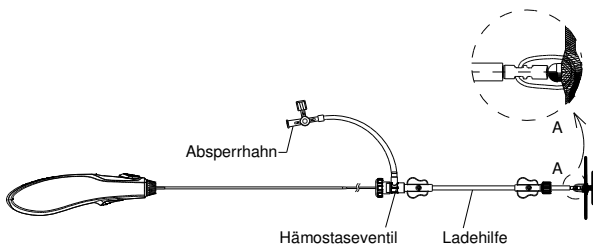
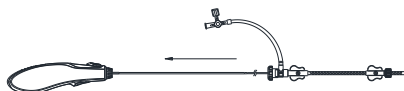

Abbildung 6. CeraFlex™ PFO-Okkludersystem
Abbildung 7. Laden der Vorrichtung in die Ladehilfe
- Die Verbindung zwischen Okkluder und Freisetztzdraht sorgfältig prüfen (siehe Abbildung 6). Die Vorrichtung und die Ladehilfe in Kochsalzlösung eintauchen und die Vorrichtung mit einem schnellen Ruck in die Ladehilfe ziehen (siehe Abbildung 7).